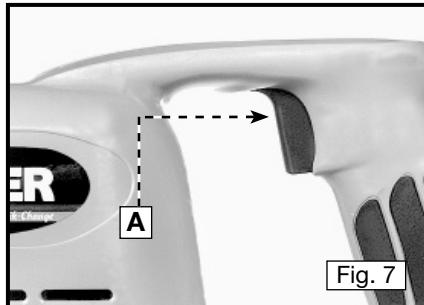

Fig. 7
**CAUTION** Si la hoja corta en cables con corriente que estén dentro de una pared, el resultado puede ser que las partes de metal de la herramienta que están al descubierto lleven corriente. Sostenga la sierra de la manera que se muestra en la Fig. 7.